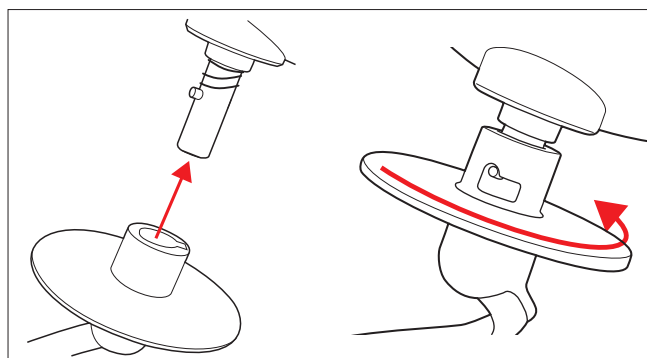

Fig. 11 – Fijar y bloquear el accesorio para batir
2. Introduzca el accesorio para batir que desee (gancho de amasar, agitador plano o batidor) en la máquina, tal como se muestra (véase Fig. 11).